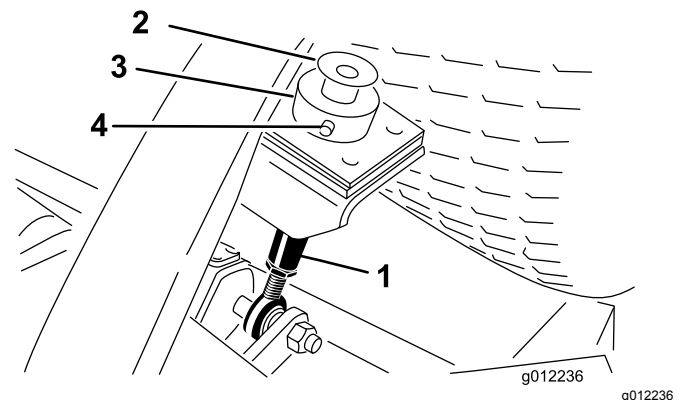

Figura 21
2. Rimuovete il bullone e la rondella montati sulla sommità di ogni asta dell'altezza di taglio (Figura 21).
(Figura 21). Rimuovete il collare dell'altezza di taglio.